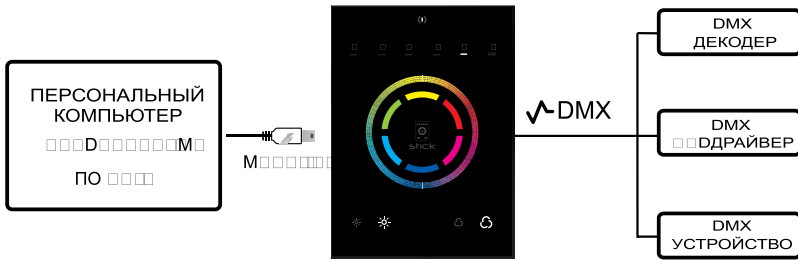

Рис.2. Структурная схема соединения оборудования.
- 3.3. Подключите к контроллеру провода от исполнительных DMX устройств и от выхода источника питания при помощи винтовой клеммной колодки или разъема RJ45. Схема соединения оборудования и назначение разъемов приведены на Рис.2 – Рис.4.